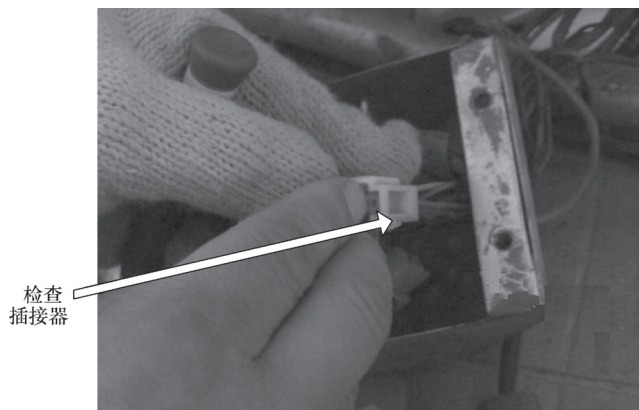

图 8-2 检查插接器
5) 拔下插接器，发现插接器上与黑色线相连的触针松脱，如图 8-2 所示。